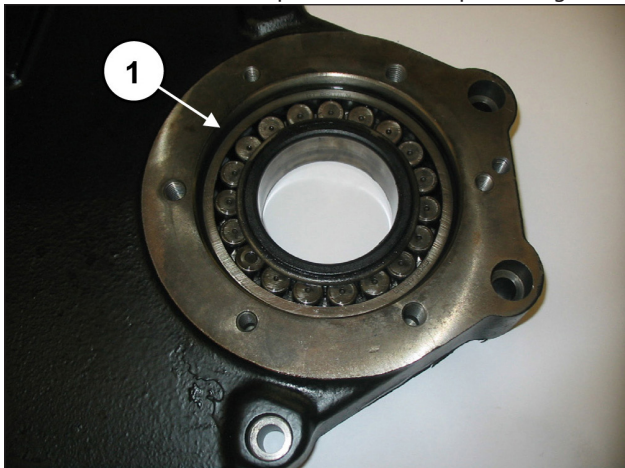

Fig. 66
Montare il cuscinetto sul coperchio riduttore (pos. ①, Fig. 66).